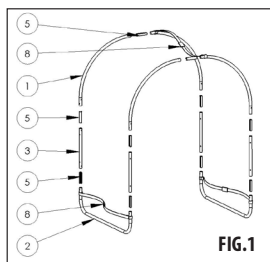

FIG. 1
- 1) Composez le cadre porteur du panneau de chauffage avec les différents tubes et raccords (FIG. 1). IL EST NECESSAIRE LORS DU MONTAGE DU CADRE D'INSÉRER LES SANGLES AVEC LEUR BOUCLE (8) SUR LES TUYAUX. LES 2 SANGLES INFÉRIEURES SONT DESTINÉES À FIXER LE PANNEAU SOLAIRE, LA SANGLE SUPÉRIEURE ÉVITE L'ÉCARTEMENT DE LA PARTIE SUPÉRIEURE DU CADRE ET EST CACHÉE PAR LE PANNEAU.